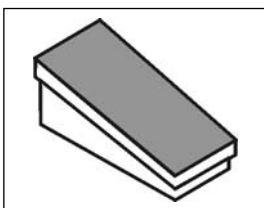

Fig. 7
2.2.3 Pedaalafstandsbediening RC12 voor MMA en TIG lassen (Fig. 7).